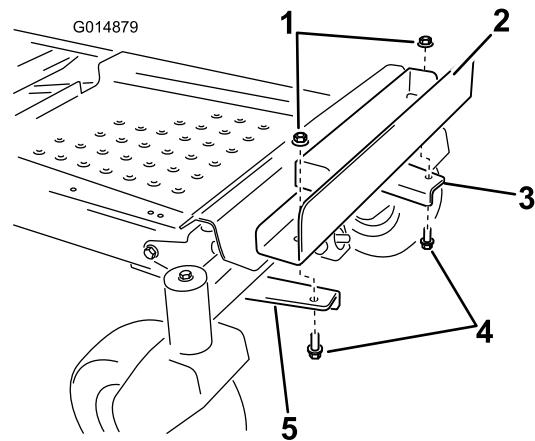

Figura 8
6. Montate la staffa della zavorra sulle staffe di montaggio, allineando i fori esterni della staffa alle staffe di montaggio precedentemente installate (Figura 8).
7. Fissate la staffa della zavorra con 2 bulloni ($\frac{3}{8}$ x 1") e 2 dadi di bloccaggio ($\frac{3}{8}$ "). Figura 8